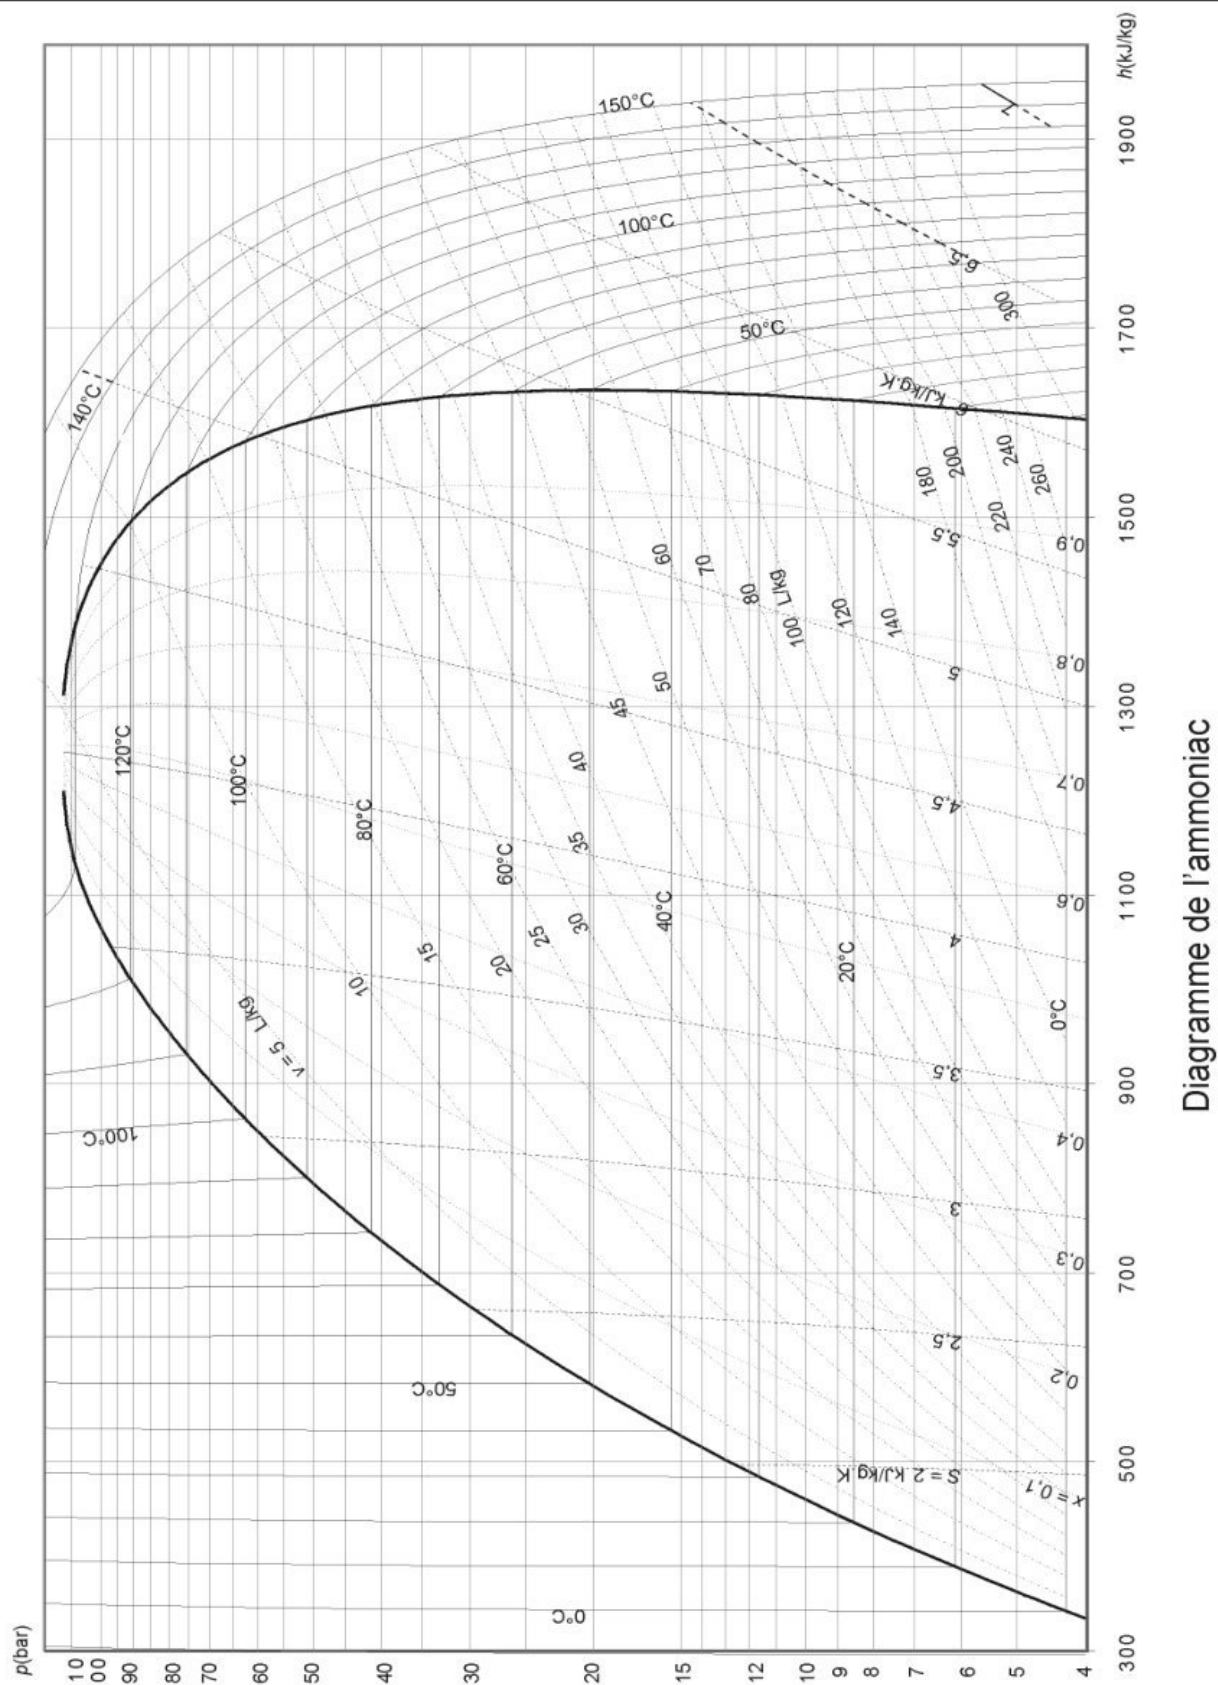

Figure 3 - Diagramme de MOLIER (**À rendre avec le cahier de rédaction**)
- Le document donné en **annexe (figure 3)** représente le diagramme de MOLLIER de l'ammoniac (**Il est à rendre avec le cahier de rédaction**). À chaque utilisation de ce diagramme, on justifiera les réponses et les valeurs trouvées.